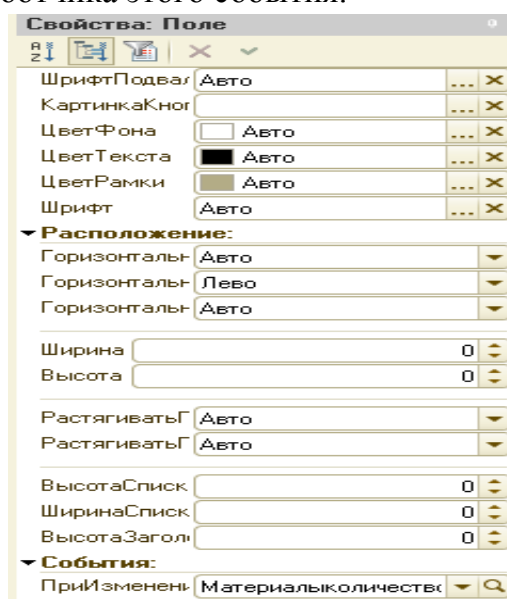

Рисунок 2.9 Вызов событие При изменении
1. В дереве конфигурации открыть группу **Общие**, правой кнопкой щелкнуть по строке **Общие модули**, выполнить команду **Добавить**. Настроить свойства модуля (рис.2.9)